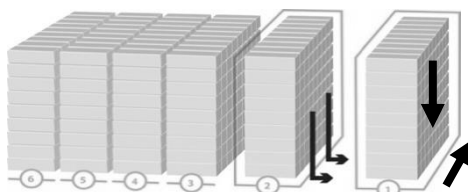

Fig. 2 - Representação da utilização das lajetas
2. Colocar as lajetas sobre a camada nivelada, com folga entre peças de ± 1 mm, preferencialmente, retirando da palete como exemplificado na Fig. 2 e utilizando as lajetas de 3 a 4 paletes em simultâneo. Quando se tratar de lajetas em cor mesclada, isso é fundamental para que o seu efeito seja mais eficaz e a distribuição de cores mais homogênea;
3. Fazer o assentamento por aplicação completa de colunas de lajetas, conforme ilustra a Fig. 2. Em áreas muito grandes, para evitar o desalinhamento das mesmas, deve ter-se o cuidado de fazer a aplicação por troços delineados por fio, de sensivelmente 4 x 4 mts. e nunca de forma contínua, tendo em atenção as necessárias folgas entre cada peça.